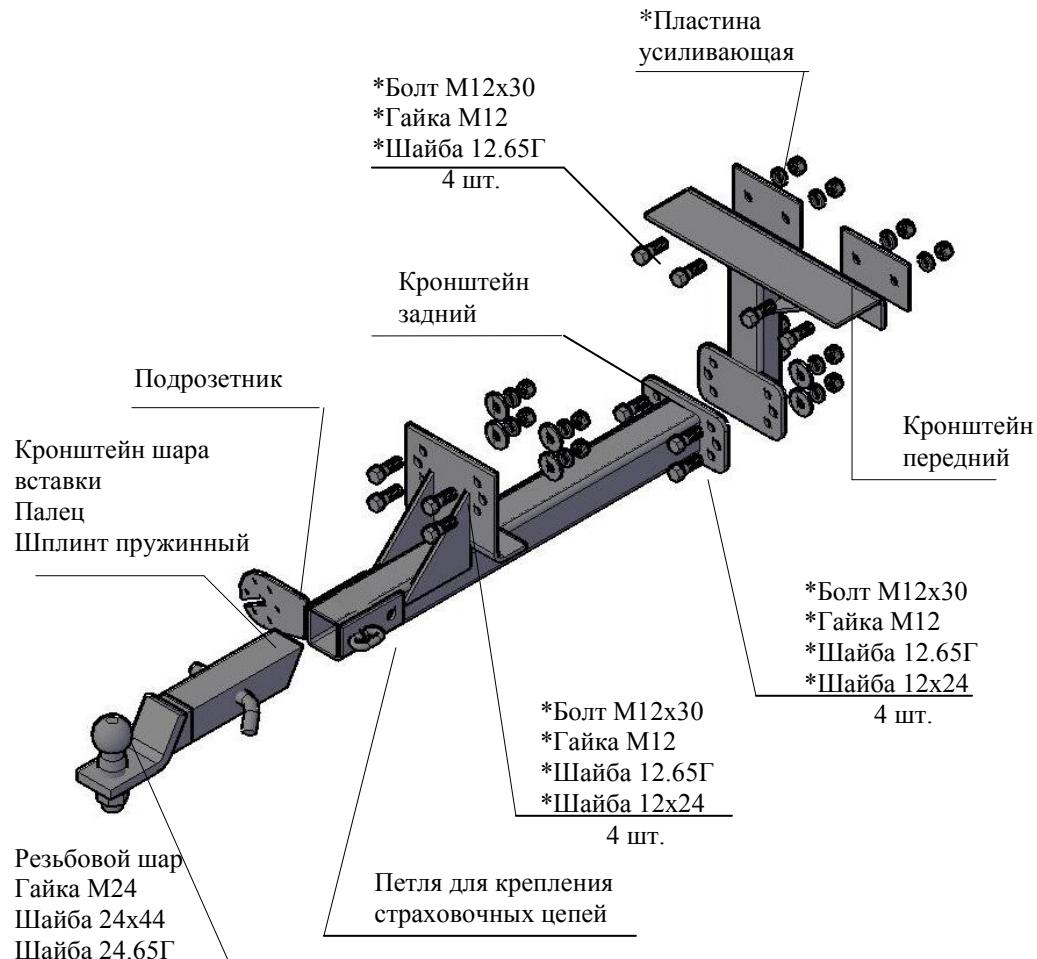

РИС.1 Тягово-сцепное устройство ТСУ 3163.В
2.1 ТСУ 3163.В в сборе (рис.1)	1 шт.
2.2 Пакет с комплектующими (см. рис.1)	1 шт.
4.2 Закрепить передний кронштейн ТСУ четырьмя болтами M12x30 и гайками M12 на поперечной балке автомобиля в соответствии с рис.1, используя